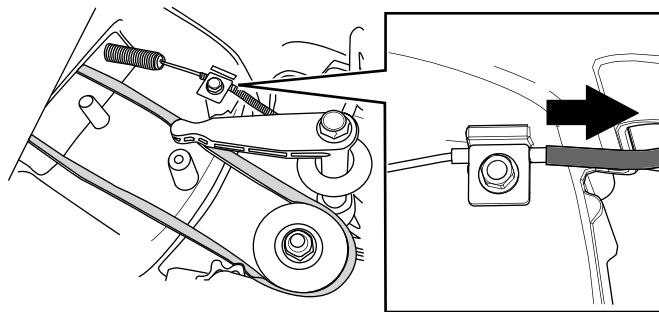

Figure 33
6. Tirez sur la gaine du câble jusqu'à ce qu'il n'y ait plus de mou (Figure 33).